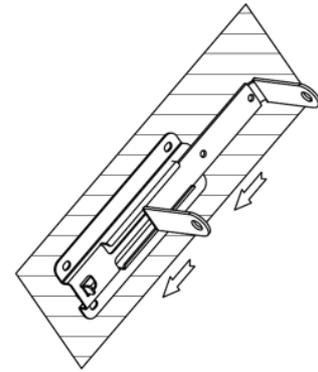

Fig.3
5. Deslize o rolo no suporte de montagem e aperte-o com parafuso 6*10mm. Veja a Fig.3